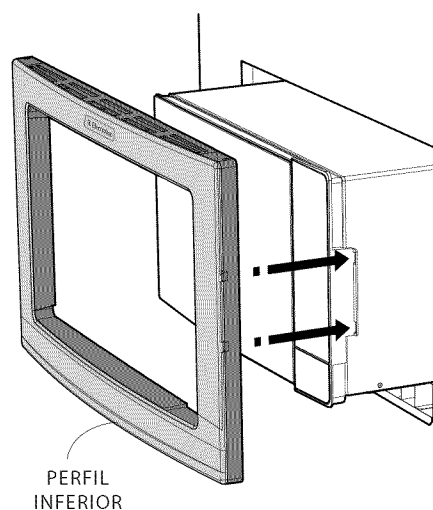

Ilustración 5
2. Coloque las pestañas del juego de molduras para empotrado en las ranuras del panel de control. Presione el juego de molduras para empotrado en el panel de control para fijar en su lugar. Vea la ilustración 5.